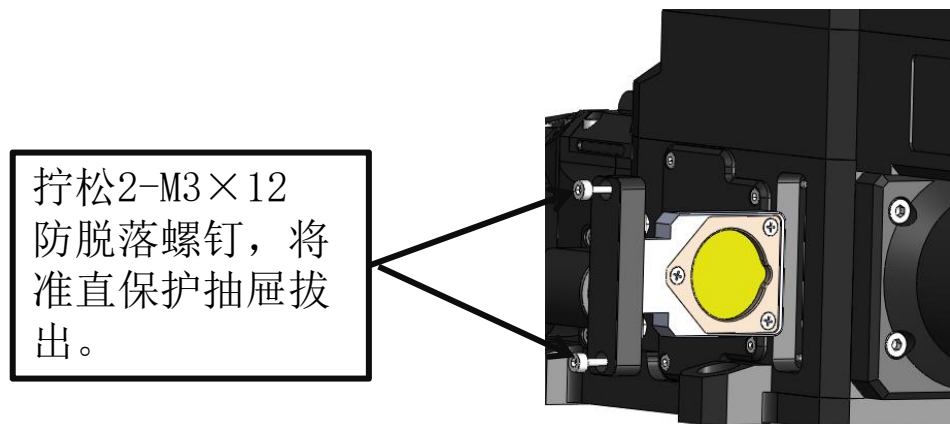
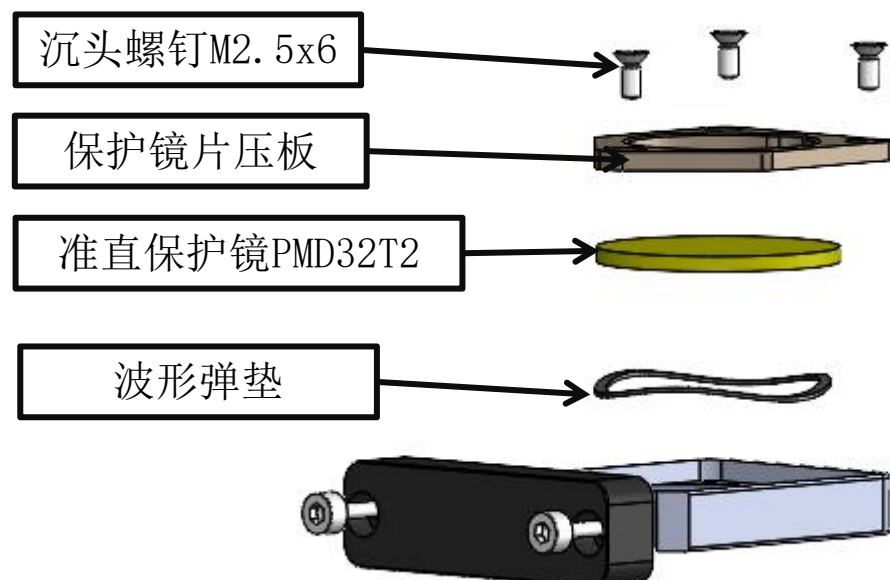

图5.0
图5.1
5.1.1 准直保护镜的拆装，拆装方法如下图5.0、图5.1所示。